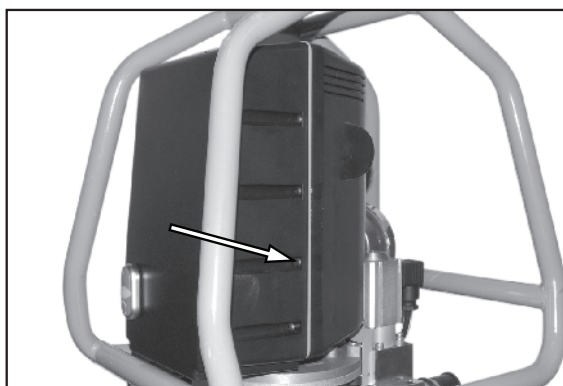

Figura 11.
2. Vedere la Figura 11. Rimuovere le 10 viti.